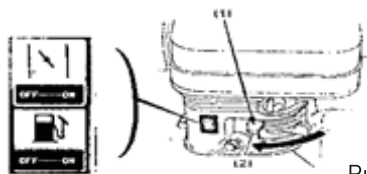

Рис. 7
2. Положение «открыто» (ON)
- Закройте воздушную заслонку (установите рычаг в положение «CLOSE») (см. рис. 7).